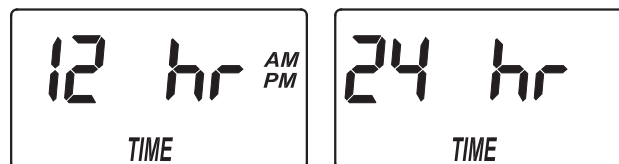

FIG. 26
1. Mantenga oprimido el botón PROGRAM (Programar) hasta que aparezca la pantalla que se indica en la Fig. 22. Cuando ello ocurra, oprima tres veces el botón PROGRAM (Programar) y aparecerá una de las dos pantallas que se indican en la Fig. 26.